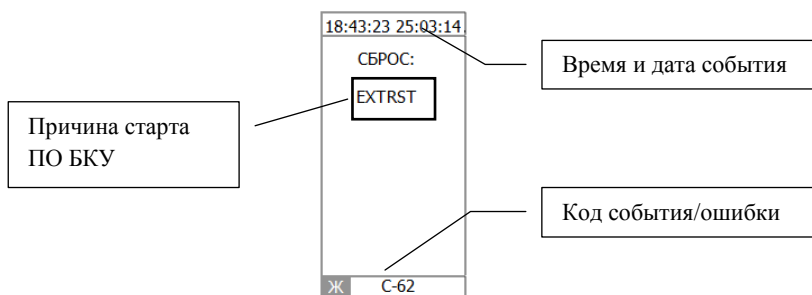

Рис. 28 Архивный слайд для события «С»
- Для события с буквенным кодом «С» (Старт ПО БКУ) в поле события отображаются строка с указанием причины перезагрузки ПО (рис. 28):